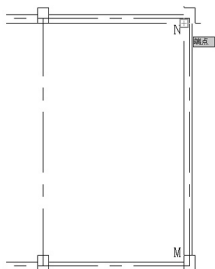

图 4.14 绘制 5 轴线墙体
① 在指定起点或 [对正(J)/比例(S)/样式(ST)]: 提示下，捕捉 M 点，如图 4.14 所示。
② 在指定下一点或 [闭合(C)/放弃(U)]: 提示下，将光标水平向上拖动，然后捕捉 N 点，按 Enter 键结束命令，绘制出 MN 段墙体。